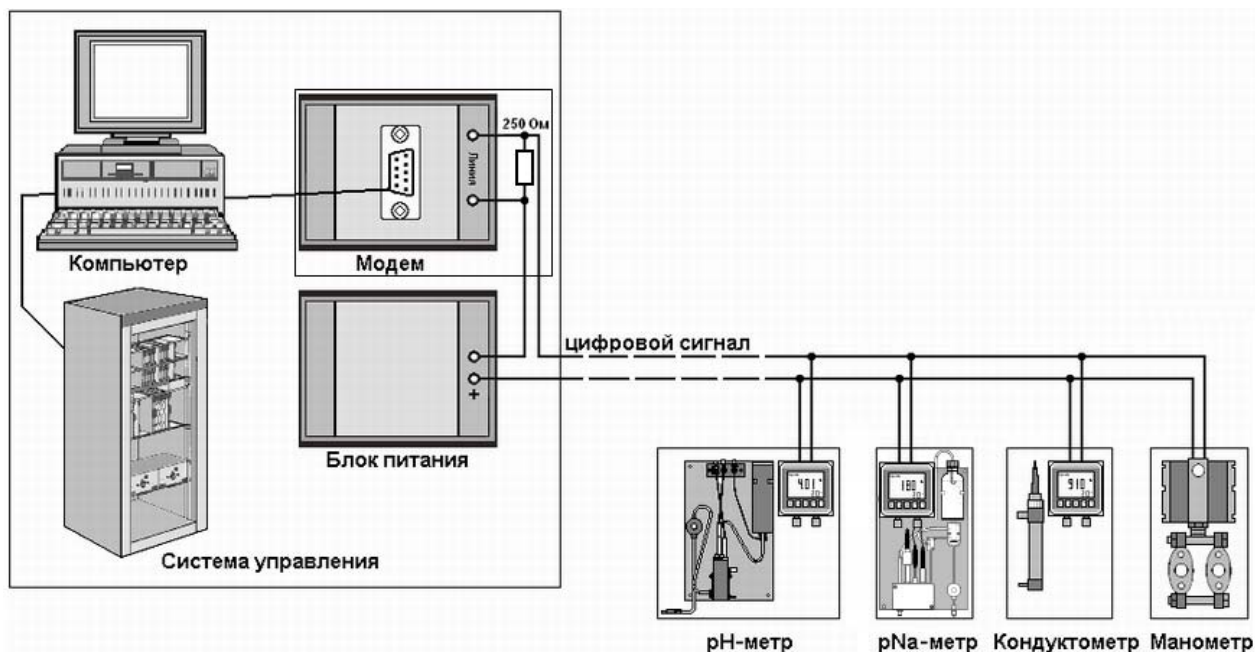

Рисунок 7 – Моноканальная система автоматического контроля и регулирования с применением HART-протокола.
**4.3.4** Если преобразователь монтируется в систему автоматического контроля и управления, в которой используется только цифровой сигнал, (без использования аналогового), то к одной линии могут быть подсоединены несколько (до 15) первичных преобразователей (рисунок 7). При этом интерфейсные модули системы контроля и управления (далее – главное устройство системы) считывают с них данные последовательно. Такая система называется схемой моноканала.